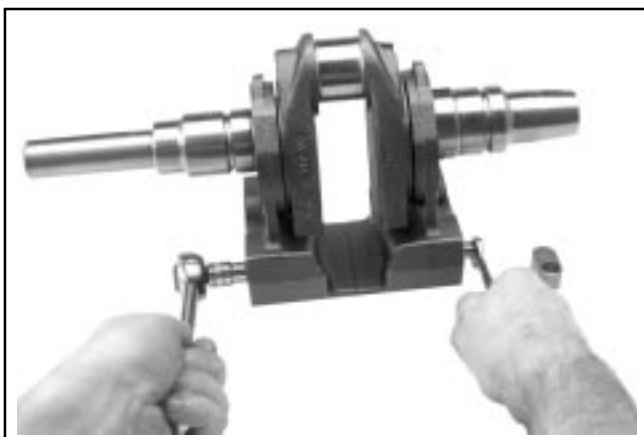

Figure 8-50. Dépose de la vis des masses d'équilibrage.
3. Retirer la longue vis hexagonale attachant les deux demi-masses d'équilibrage sur le vilebrequin. Tenir la goupille de guidage à l'aide d'une clé (si nécessaire). Voir la Figure 8-50.